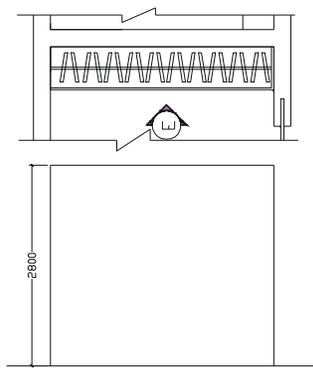

图 8-1-63
**STEP 02** 参照 B 立面图的绘制, 使用绘制直线命令 LINE 和偏移命令 OFFSET 绘制出如图 8-1-63 所示的墙面轮廓线。
**STEP 03** 使用复制命令 COPY 将前面的衣柜复制一个放在如图 8-1-63 所示中, 如图 8-1-64 所示。